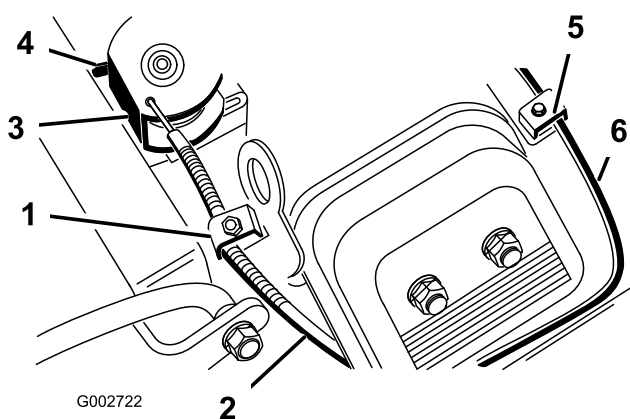

Figura 39
2. Afloje el tornillo de la abrazadera que fija el cable del acelerador al motor (Figura 39).
4. Tire firmemente del cable del acelerador hasta que la parte trasera del pivote entre en contacto con el tope (Figura 39).
2. Afloje el tornillo de la abrazadera que fija el cable del estarter al motor (Figura 39).
4. Tire firmemente del cable del estarter (Figura 39) hasta que la palomilla esté cerrada del todo, luego apriete el tornillo de la abrazadera.